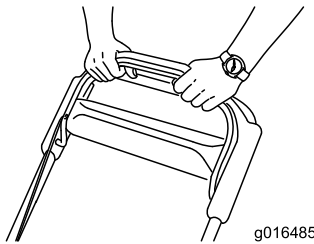

Figura 22
3. Sujete la barra de control de las cuchillas contra el manillar (Figura 22).